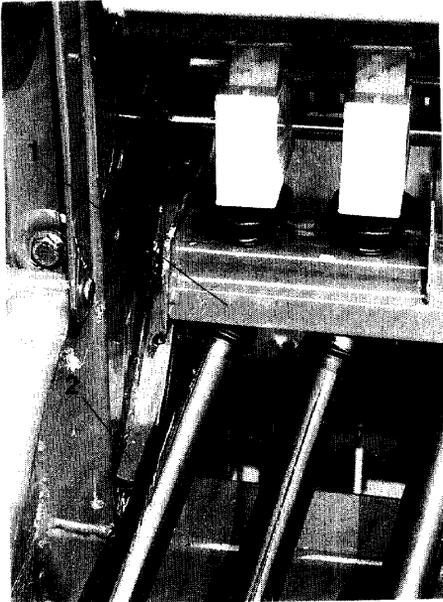
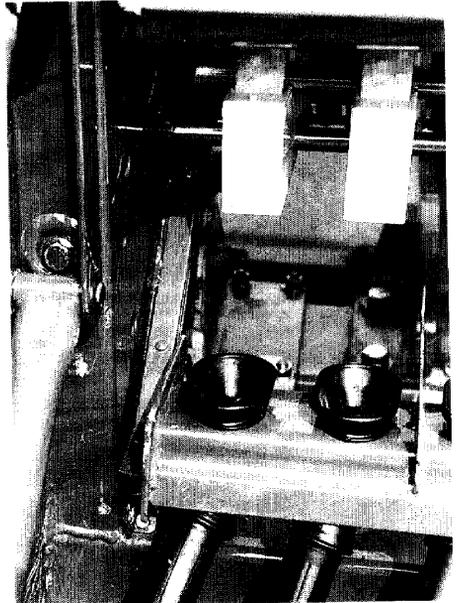

Fig.36
Fig.37
- Trichterschiene (Fig. 36/1), wie in Fig. 37 gezeigt in den Führungsschienen absenken. Dazu sind die Hebel (Fig.36/2) an den Führungsschienen kurz anzuheben.